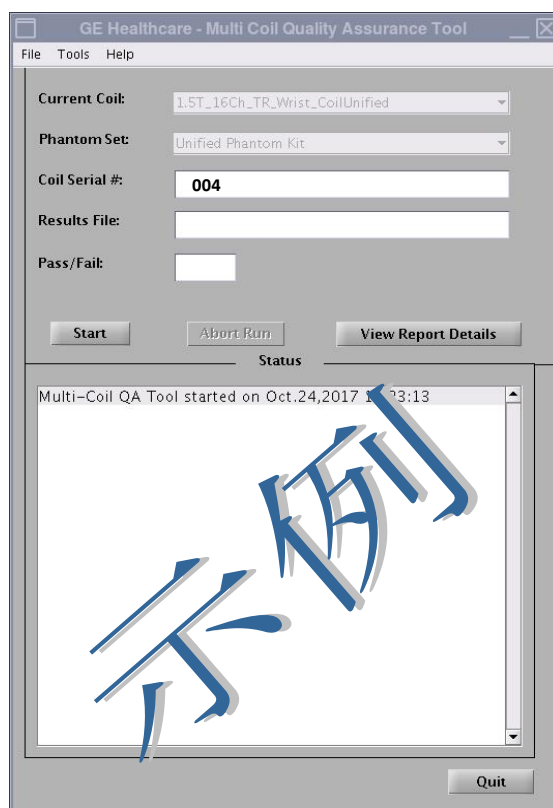

图 3
根据连接到 LPCA 的线圈的 CoilID，将自动填写当前线圈字段（图 3）。在 Coil Serial number（线圈序列号）字段中，输入正在测试的线圈的序列号。
2. 单击 **[Start（开始）]**，开始自动测试，如图 3 所示。根据测试位置的数量（线圈的复杂性），测试可能需要 3 到 5 分钟。